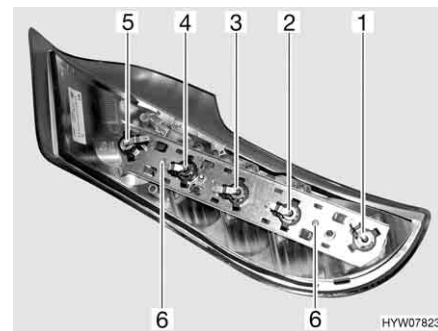

Fig. 126 Luci posteriori (lato posteriore)
- Svitare le due viti Torx (Fig. 126,6) del listello di supporto poste sul lato posteriore dell'involucro.